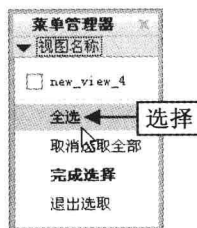

图 12-64 选择“全选”选项
Step 05 弹出“视图名称”菜单管理器,选择“全选”选项,如图 12-64 所示。